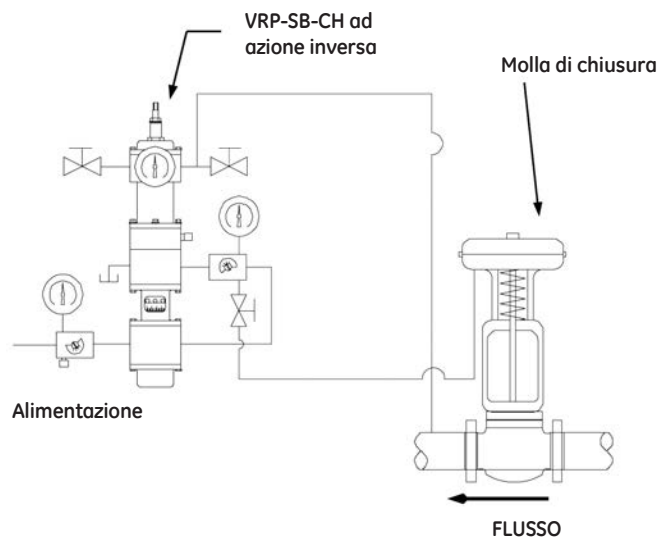

Figura 6
**Fase 6a:** Ruotare la vite di registro in senso orario fino a che l'indicatore di uscita diminuisce. (Vedere la figura 6)